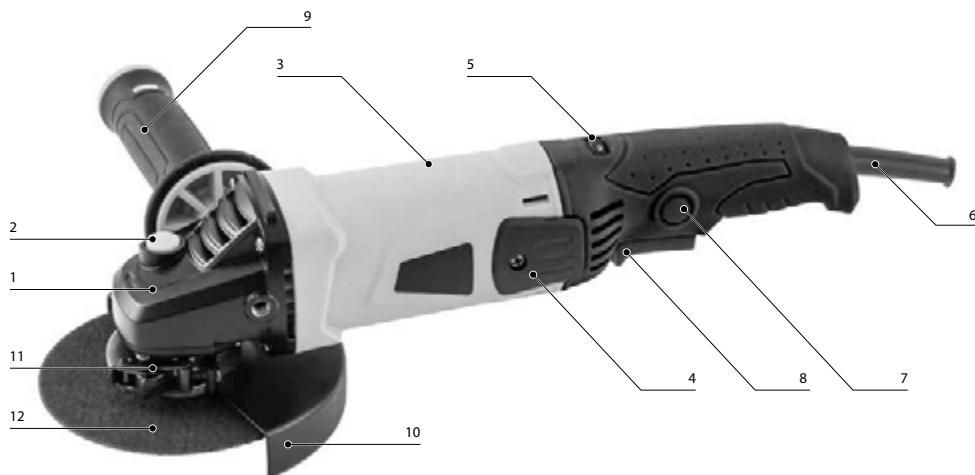

Рис. 1
Общий вид машины представлен на рис. 1.
- отвести в сторону рычаг 11 (рис. 1) фиксации кожуха, ослабив крепежный хомут;
Вкрутите рукоятку 9 (рис. 1) в резьбовое отверстие корпуса редуктора в удобное для работы положение.
При установке/снятии оснастки блокировка шпинделя осуществляется клавишей 2 (рис. 1), расположенной на корпусе редуктора. Блокировка шпинделя также может осуществляться с помощью гаечного ключа S17.
Во избежание поломки машины и получения травм запрещается нажимать на кнопку блокировки шпинделя 2 (рис. 1) во время работы шлифовальной машины, а также до полной остановки шпинделя после выключения двигателя.
В зависимости от вида используемой оснастки, вида обрабатываемого материала и характера обработки можно выбрать оптимальную частоту вращения шпинделя машины. Выбор осуществляется с помощью регулятора 5 (рис. 1). Числа на кольце регулятора соответствуют положениям кольца и не указывают на конкретную частоту вращения, выраженную в оборотах в минуту. Большому числу соответствует большая частота вращения шпинделя и оснастки.
Для включения машины необходимо нажать клавишу выключателя 8 (рис. 1) при нажатой кнопке 7 (рис. 1). Для отключения машины отпустите клавишу 8.